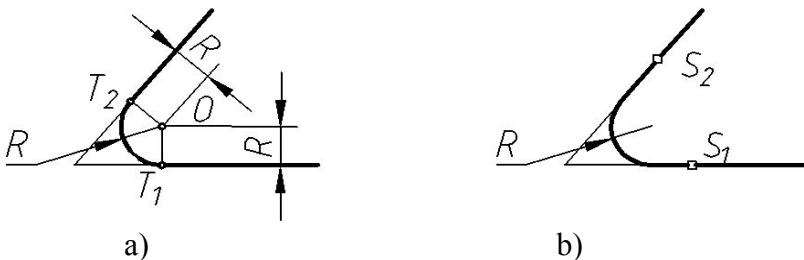

Fig. 3.7
- Construirea racordării a două drepte printr-un arc de cerc de rază dată, fig. 3.7.